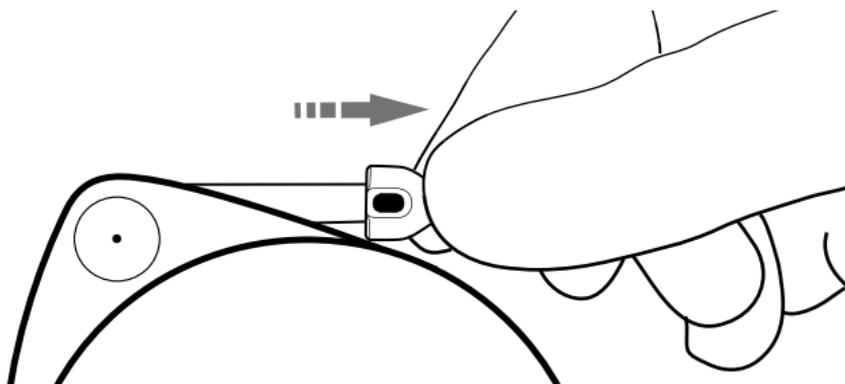

Figure 12. Vérification de la bonne fixation à une pompe SynchroMed II.
a. Saisir la partie fuselée du connecteur (Figure 12).